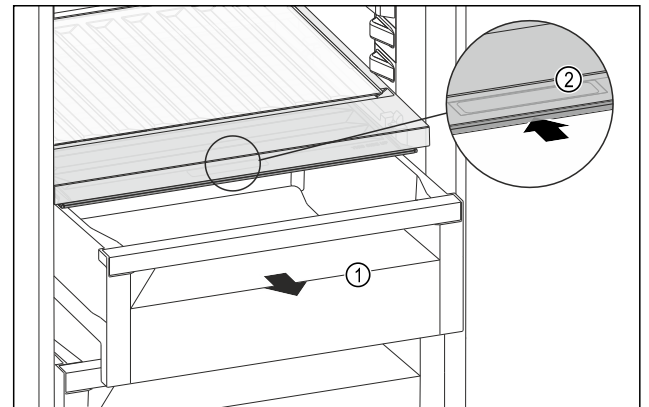

Fig. 220
- ▶ Estrarre il cassetto Fig. 220 (1).
- ▶ Afferrare la maniglia incassata Fig. 220 (2) sul coperchio dello scomparto e spingere allo stesso tempo all'indietro il coperchio dello scomparto.